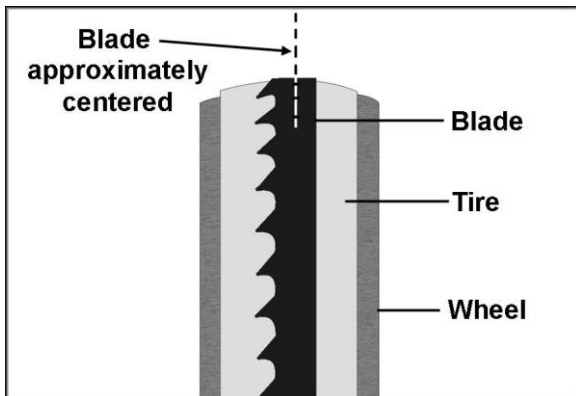

Рис.15
6. Вращайте колесо вручную, наблюдая за положением пильного полотна через направляющее окошко. Лезвие должно проходить примерно по центру шины (рис. 15).